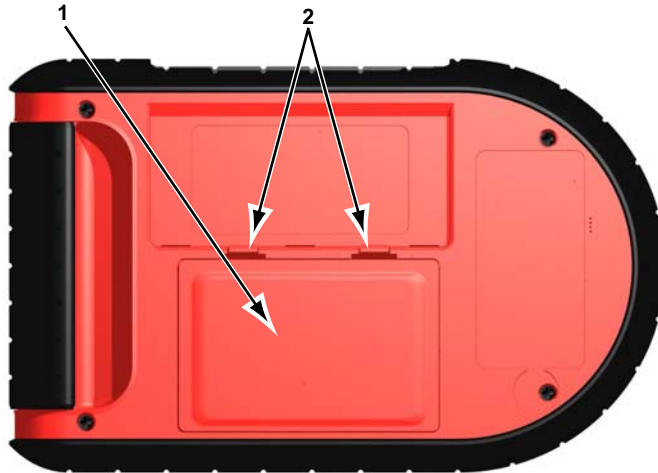

Figura 6-3 Pestañas de cierre de la cubierta de las baterías
1. Presione las dos pestañas de cierre de la cubierta de las baterías y retírela (Figura 6-3).